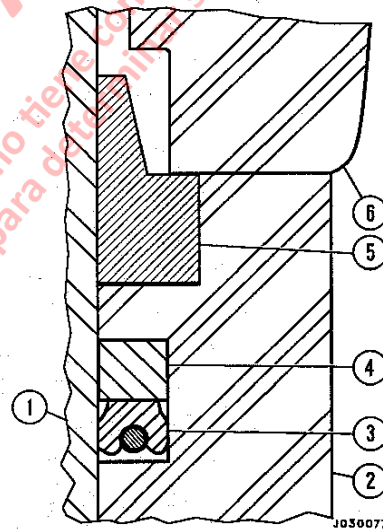

FIGURA 3-5. MONTAJE DEL SELLO DEL CUERPO DE LA VALVULA
1. Monte primero el sello poly-pak (3, Figura 3-5) en la ranura del sello. Coloque el sello en la ranura de modo que el Anillo de goma interno, que está dentro del sello poly-pak quede mirando hacia abajo al fondo de la válvula.
2. Asegúrese que el Anillo de goma interno todavía esté asentado dentro del sello poly-pak (3) y no se desatore durante el montaje. Coloque el sello poly-pak al fondo de la ranura.